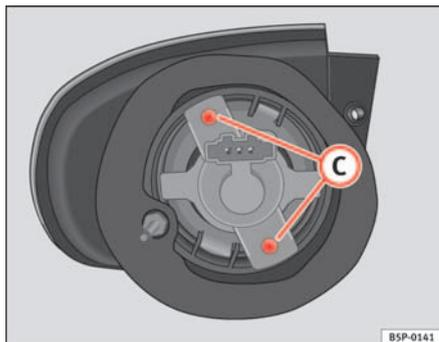

Fig. 183 Indicatore di direzione
- Svitare le viti ⇒ pag. 257, fig. 183 **C** dei portalamпада e tirare.
- Rimuovere le viti ⇒ fig. 183 C dei portalampade e tirare.